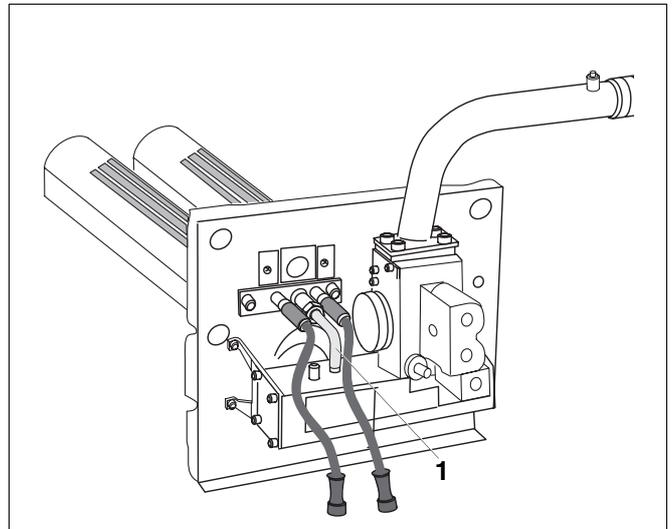

Abb. 47 Gasarmatur
- Startgasleitung (Abb. 47, Pos. 1) am Startbrenner lösen und Startgasdüse gegen die der neuen Gasfamilie austauschen. Düsenkennzeichnung: